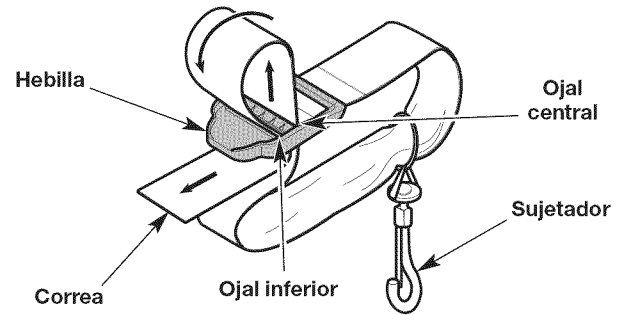

Fig. 3
1. Haga pasar la correa hacia arriba por el ojal central de la hebilla (Fig. 3).
2. Doble la correa sobre sí misma y hágala pasar por el ojal inferior de la hebilla (Fig. 3).